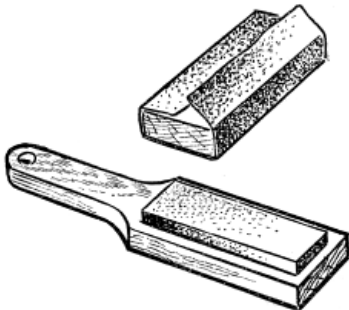

Рис.11
11. Наждачная бумага и точильный брусок (рис.11) потребуются для заточки переплетных ножей, а также при обработке обрезанного блока книги.